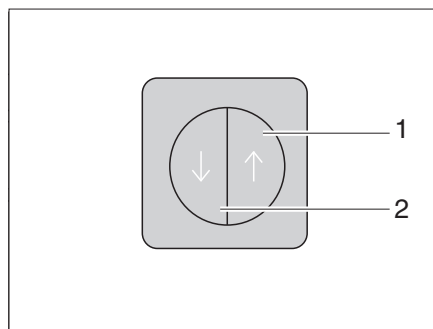

Fig. 102 Interrupteur de verrouillage central de la cuisine intégrée
La cuisine intégrée est équipée d'un verrouillage central. Les portillons et tiroirs du bloc cuisine peuvent être verrouillés et déverrouillés manuellement avec l'interrupteur (Fig. 102).
- Appuyer sur l'interrupteur (Fig. 102,2). Les portillons et les tiroirs du bloc cuisine sont verrouillés.
- Appuyer sur l'interrupteur (Fig. 102,1). Les portillons et les tiroirs du bloc cuisine sont déverrouillés.